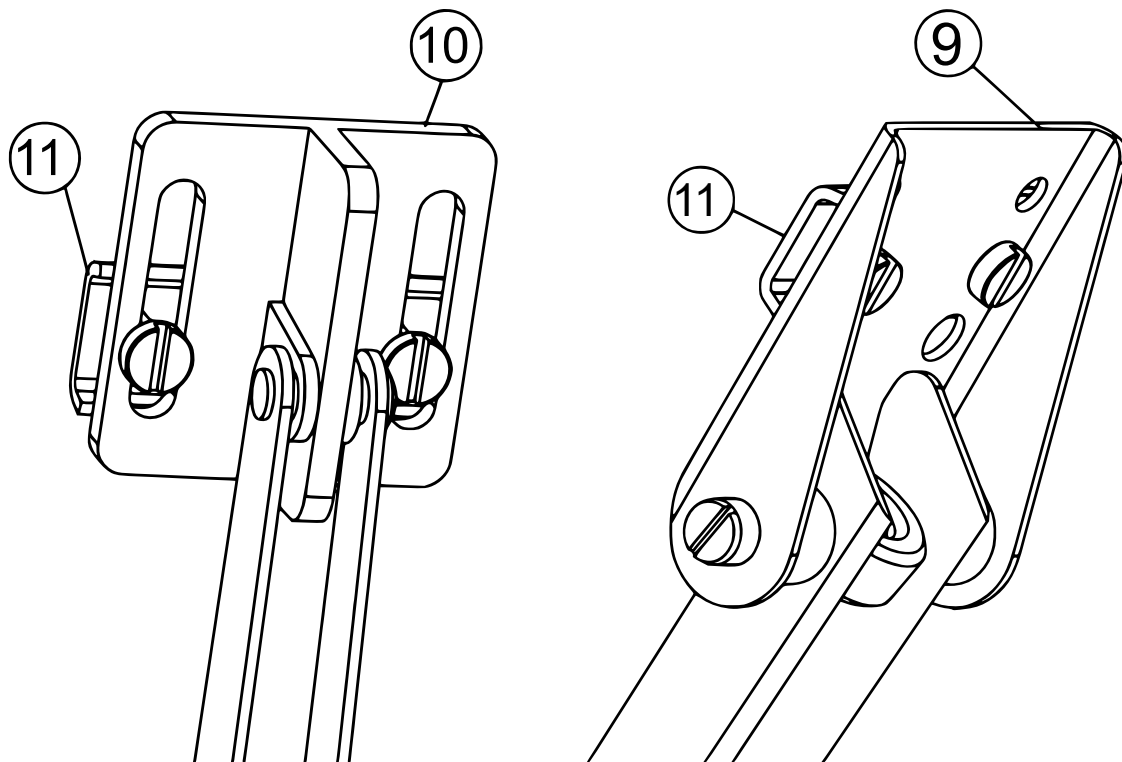
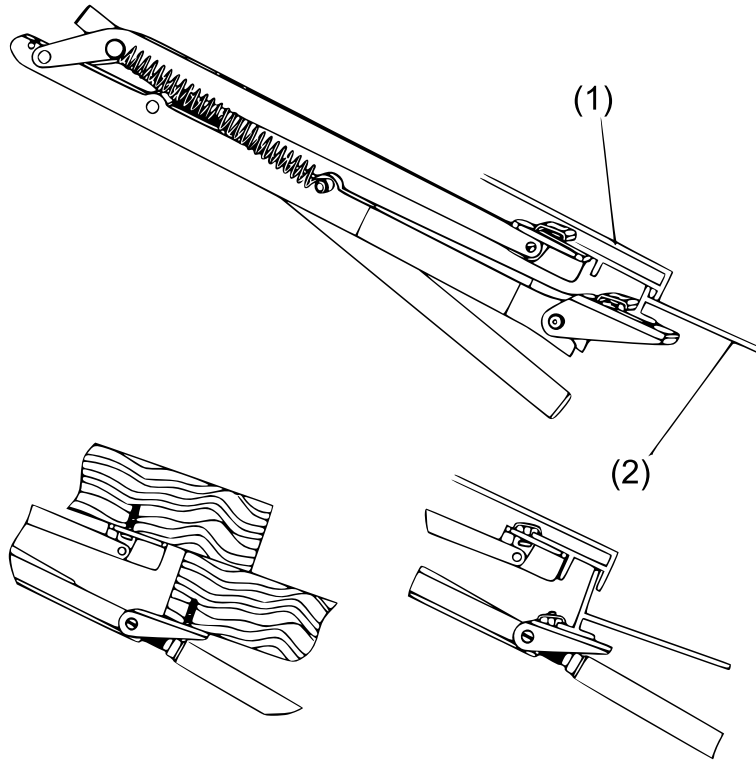

Figure 2
Figure 3
1. Avec deux des vis fournies, fixez légèrement une attache (11) sur le porte-fenêtre (10) (fig. 2). Si votre serre est en bois, les attaches se vissent directement dans le bois de la serre (fig. 3).
2. Fixez l'autre attache à la paire de trous appropriée du porte-cadre (9). Assurez-vous que le bord supérieur du porte-cadre est aussi près que possible du bord du châssis de la fenêtre (exemples voir fig. 3).